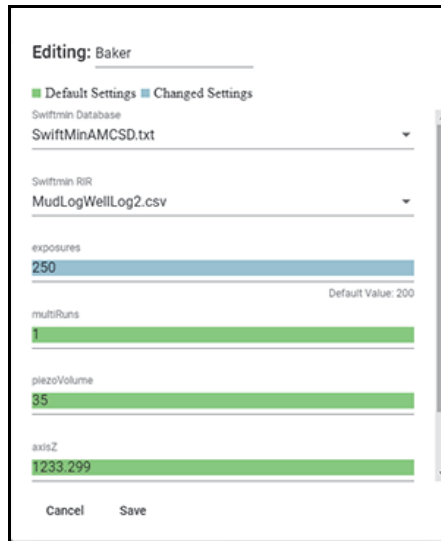

Figura 5-15 Finestra di dialogo Editing
2. Nella finestra di dialogo **Editing** (Modifica), (vedi Figura 5-15 a pagina 85) selezionare il database predefinito (vedi sezione "Per cambiare il database predefinito" a pagina 81).